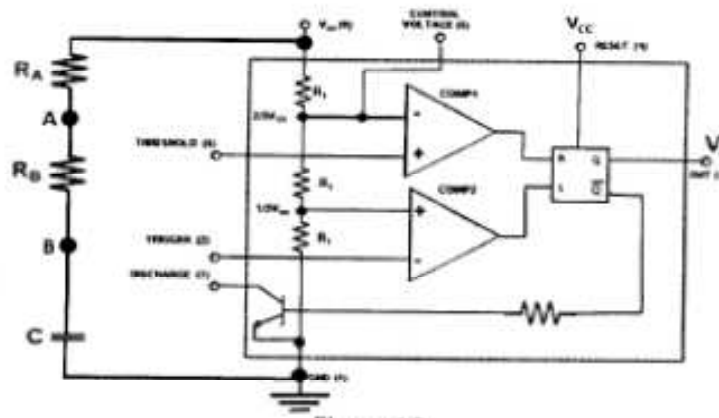

Figura 4.2
Para esta etapa utilizaremos el integrado 555 en configuración VCO (astable). Para ello utilice el esquema de la figura 4.2.
- Obtenga el valor del condensador C de la figura 4.2, para una frecuencia máxima de la señal generada de 400Hz. A partir de este valor de C obtenga la frecuencia mínima de la señal generada en el VCO.